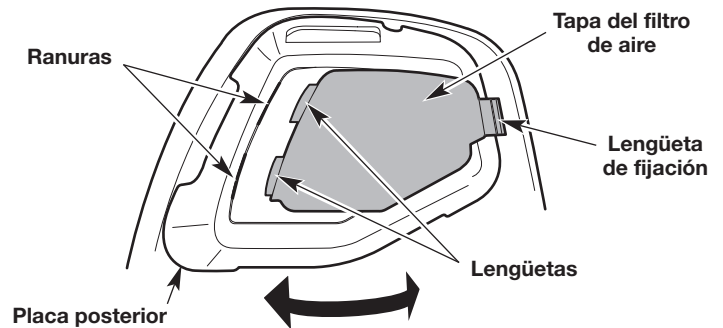

Fig. 36
1. Abra la cubierta del filtro de aire: oprima la lengüeta de fijación y gire la cubierta del filtro de aire hacia la izquierda (Fig. 36).
7. Cierre la cubierta del filtro de aire: inserte las lengüetas de la cubierta del filtro de aire en las ranuras de la placa posterior. Gire la cubierta del filtro de aire hacia la derecha y oprímala para cerrarla hasta que la lengüeta de fijación calza a presión en su lugar (Fig. 36).